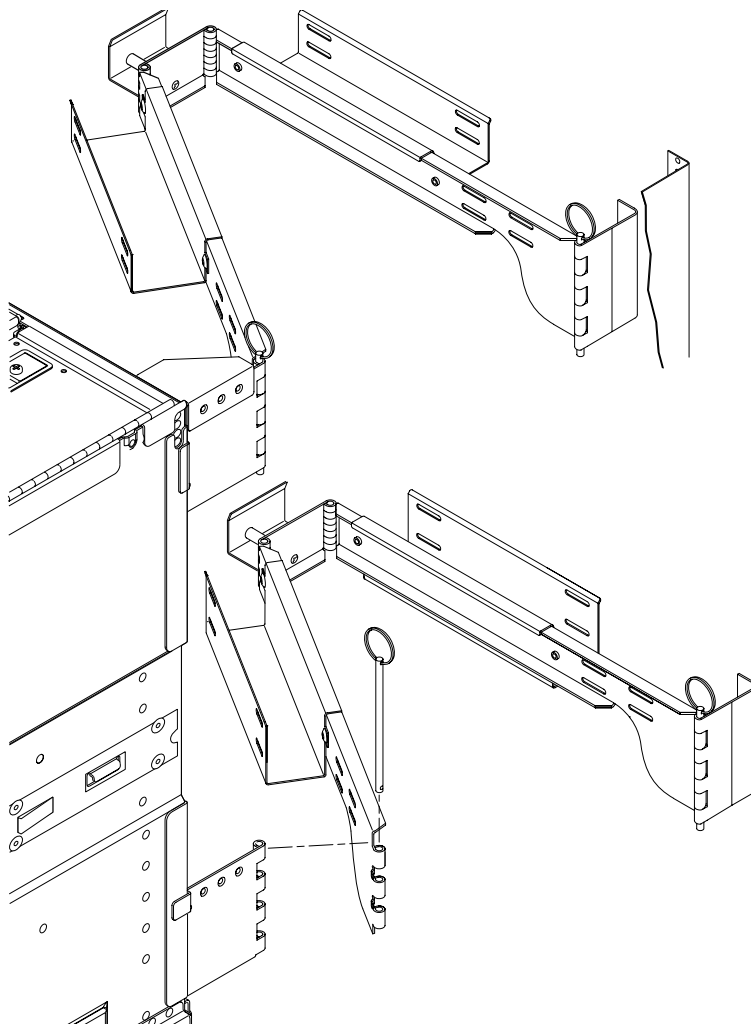

図 1-20 上部および下部のケーブルアームの組み立て
8. 入出力ケーブルアームを上部のピボット式留め具に再び取り付け、ヒンジピンを再び使用して入出力ケーブルアームを固定します(図 1-20)。
9. 電源ケーブルアームを下部のピボット式留め具に再び取り付け、ヒンジピンを再び使用して電源ケーブルアームを固定します(図 1-20)。